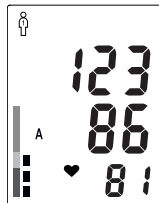

Рис.17
3. Просмотреть содержимое памяти прибора Вы можете, нажав кнопку M1 или M2. При первом нажатии кнопки M1  (или M2 ) на экране появится среднее значение 3-х последних измерений, сохраненных в память M1 (или M2), обозначенная символом «А» (рис. 17). При повторном нажатии кнопки M1 (или M2) на экране появится индикатор выбранной памяти M1  (или M2 ) и номер ячейки памяти,